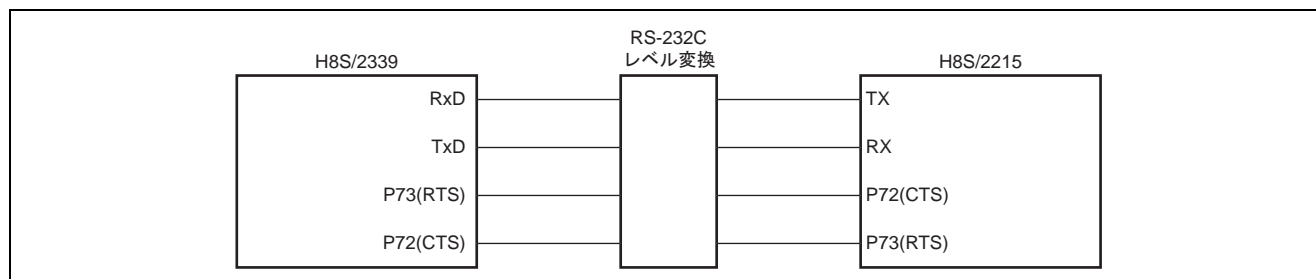

図 1 H8S/2339 による調歩同期式 SCI ブロック図
- (1) 図 1 に示すように H8S/2339 – H8S/2215 間で、1 バイトのデータを調歩同期式で送受信します。
- (2) 転送フォーマットは 38400BPS、8 ビットデータ、1 ストップビットおよびノンパリティです。
- (3) RTS, CTS による通信制御を行いません。